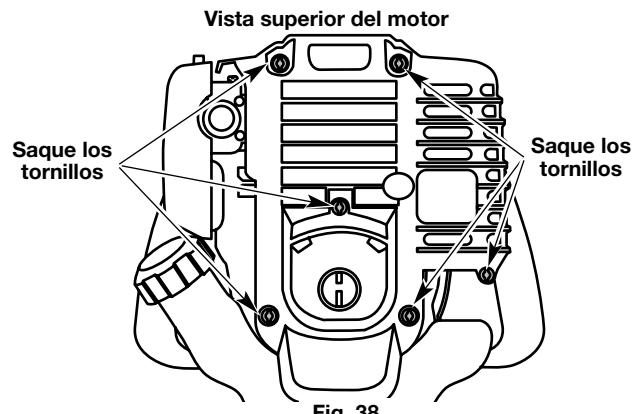

Fig. 38
2. Suelte el gatillo del regulador y deje que el motor funcione en mínima. Si el motor se para, inserte un destornillador Phillips pequeño en el orificio de la cubierta del motor (Fig. 38). Gire el tornillo de mínima hacia adentro, en sentido horario, de a 1/8 de vuelta por vez (según sea necesario) hasta que el motor funcione en mínima suavemente.
1. Quite los dos (6) Tornillos de encima de la tapa del motor con un destornillador de pala o Torx #25 (Fig. 38).
4. Saque la cubierta del motor (Fig. 38).
1. Apague el motor y espere que se enfrie. Retire los seis (6) tornillos de la parte posterior de la tapa del motor con destornillador de cabeza plana o Torx No. T-25 (Fig. 38).